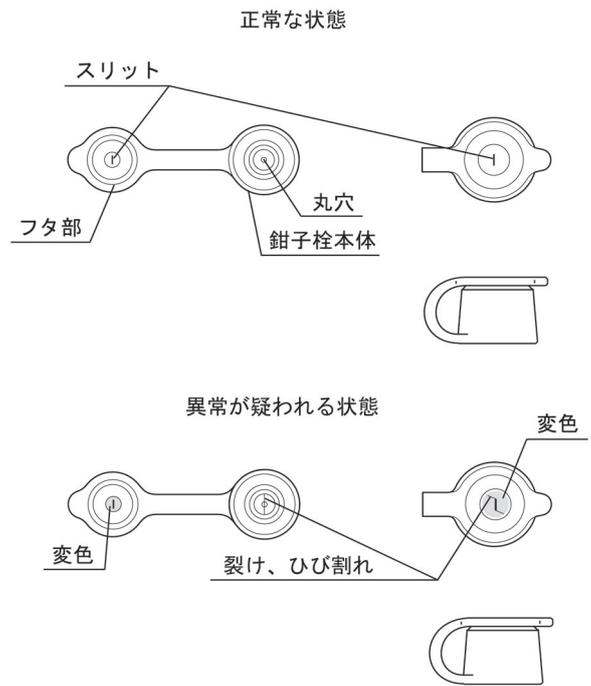

図 3
- 鉗子栓のフタ部のスリットまたは鉗子栓本体の丸穴に裂け、ひび割れ、変形、変色などの異常がないことを目視で確認すること (図 3 参照)。